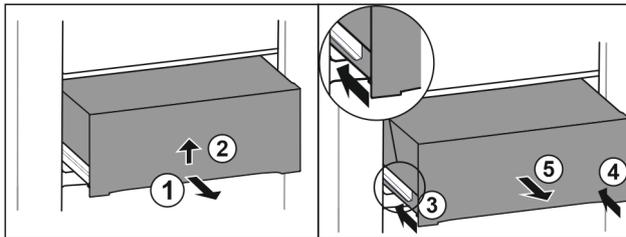

Fig. 48
- ▶ Schubfach halb herausziehen. Fig. 48 (1)
- ▶ Schubfach an der Unterseite anheben. Fig. 48 (2)
- ▶ Linke Schiene einschieben. Fig. 48 (3)
- ▶ Rechte Schiene einschieben. Fig. 48 (4)
- ▶ Schubfach nach vorne entnehmen. Fig. 48 (5)